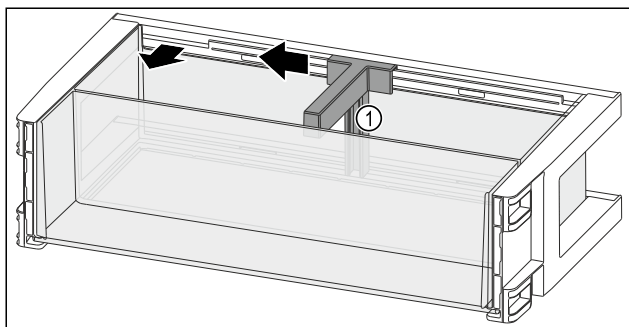

Fig. 121
- Flaschenhalter Fig. 121 (1) bis zur Aussparung zur Seite schieben.
- Flaschenhalter Fig. 121 (1) entnehmen.